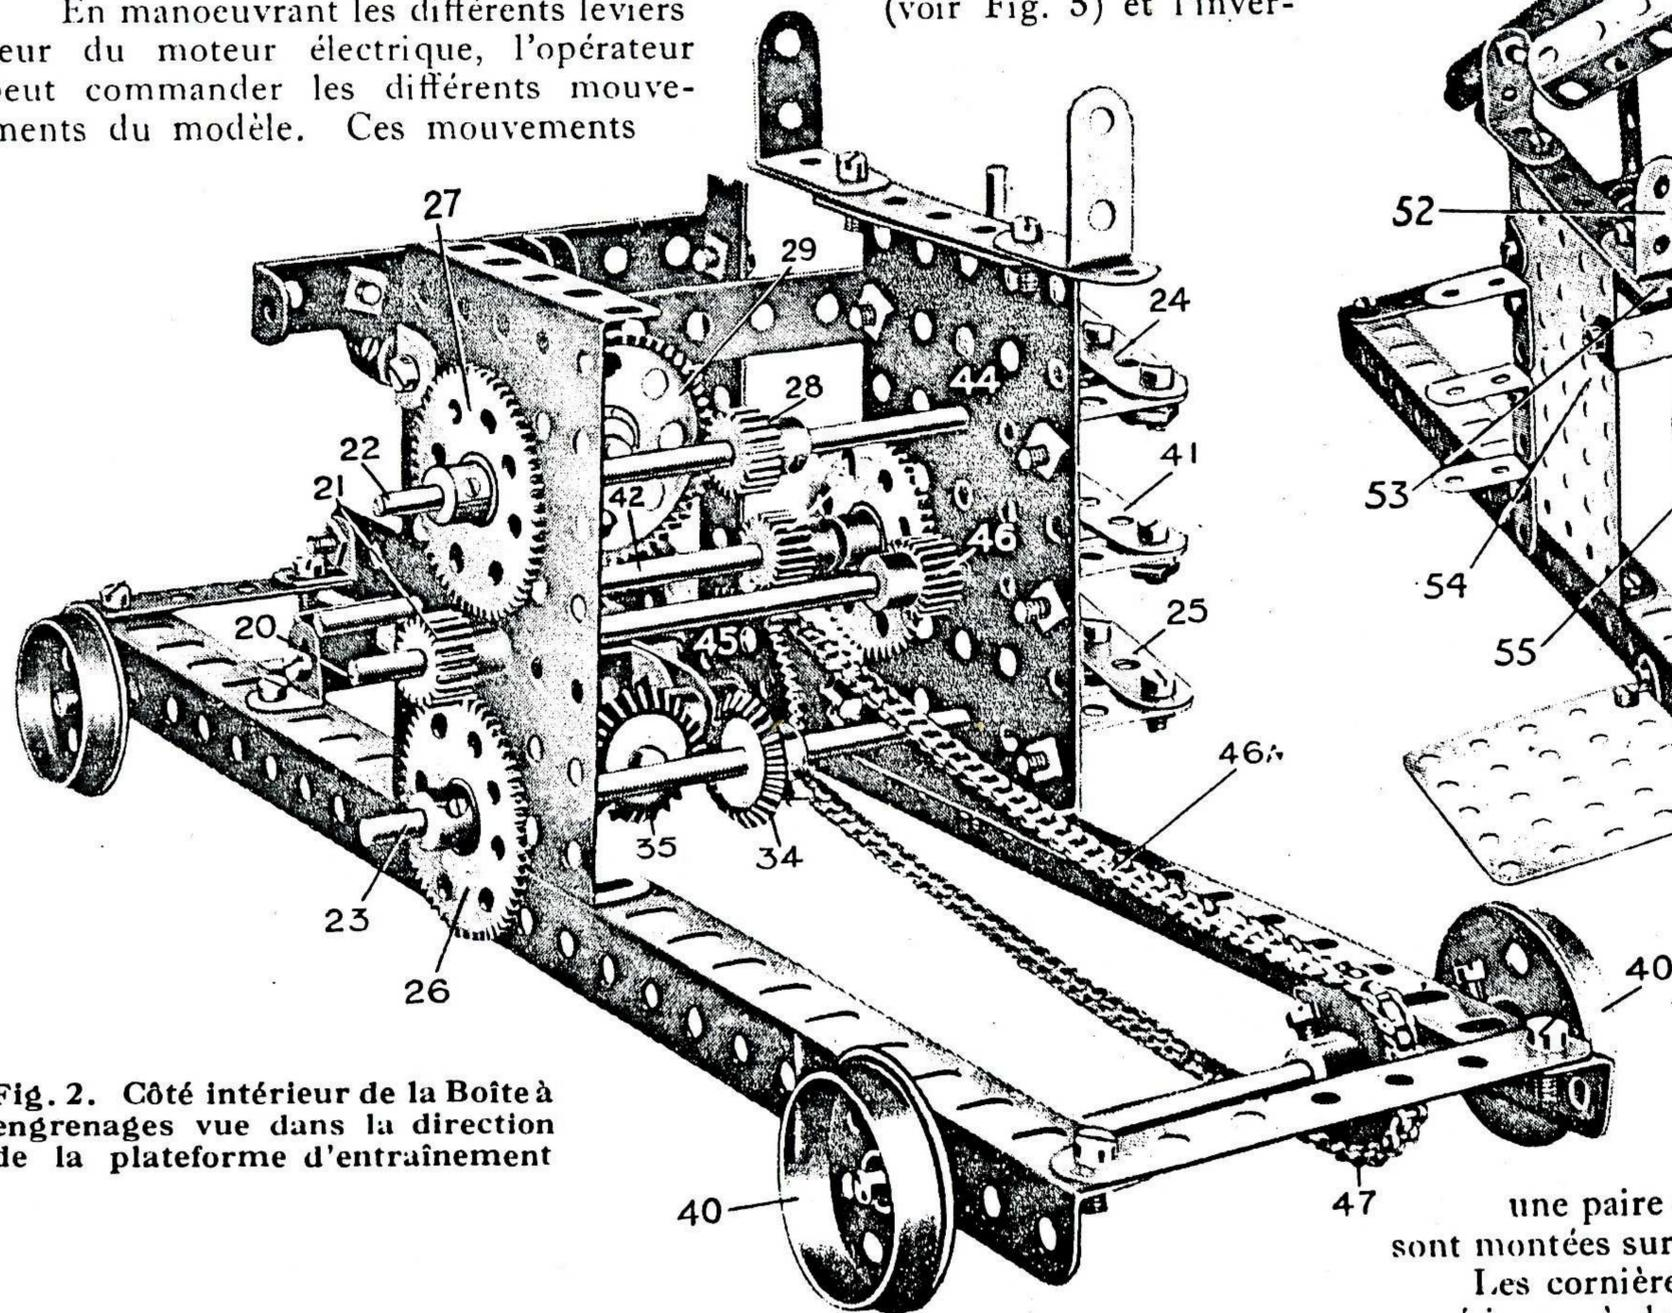
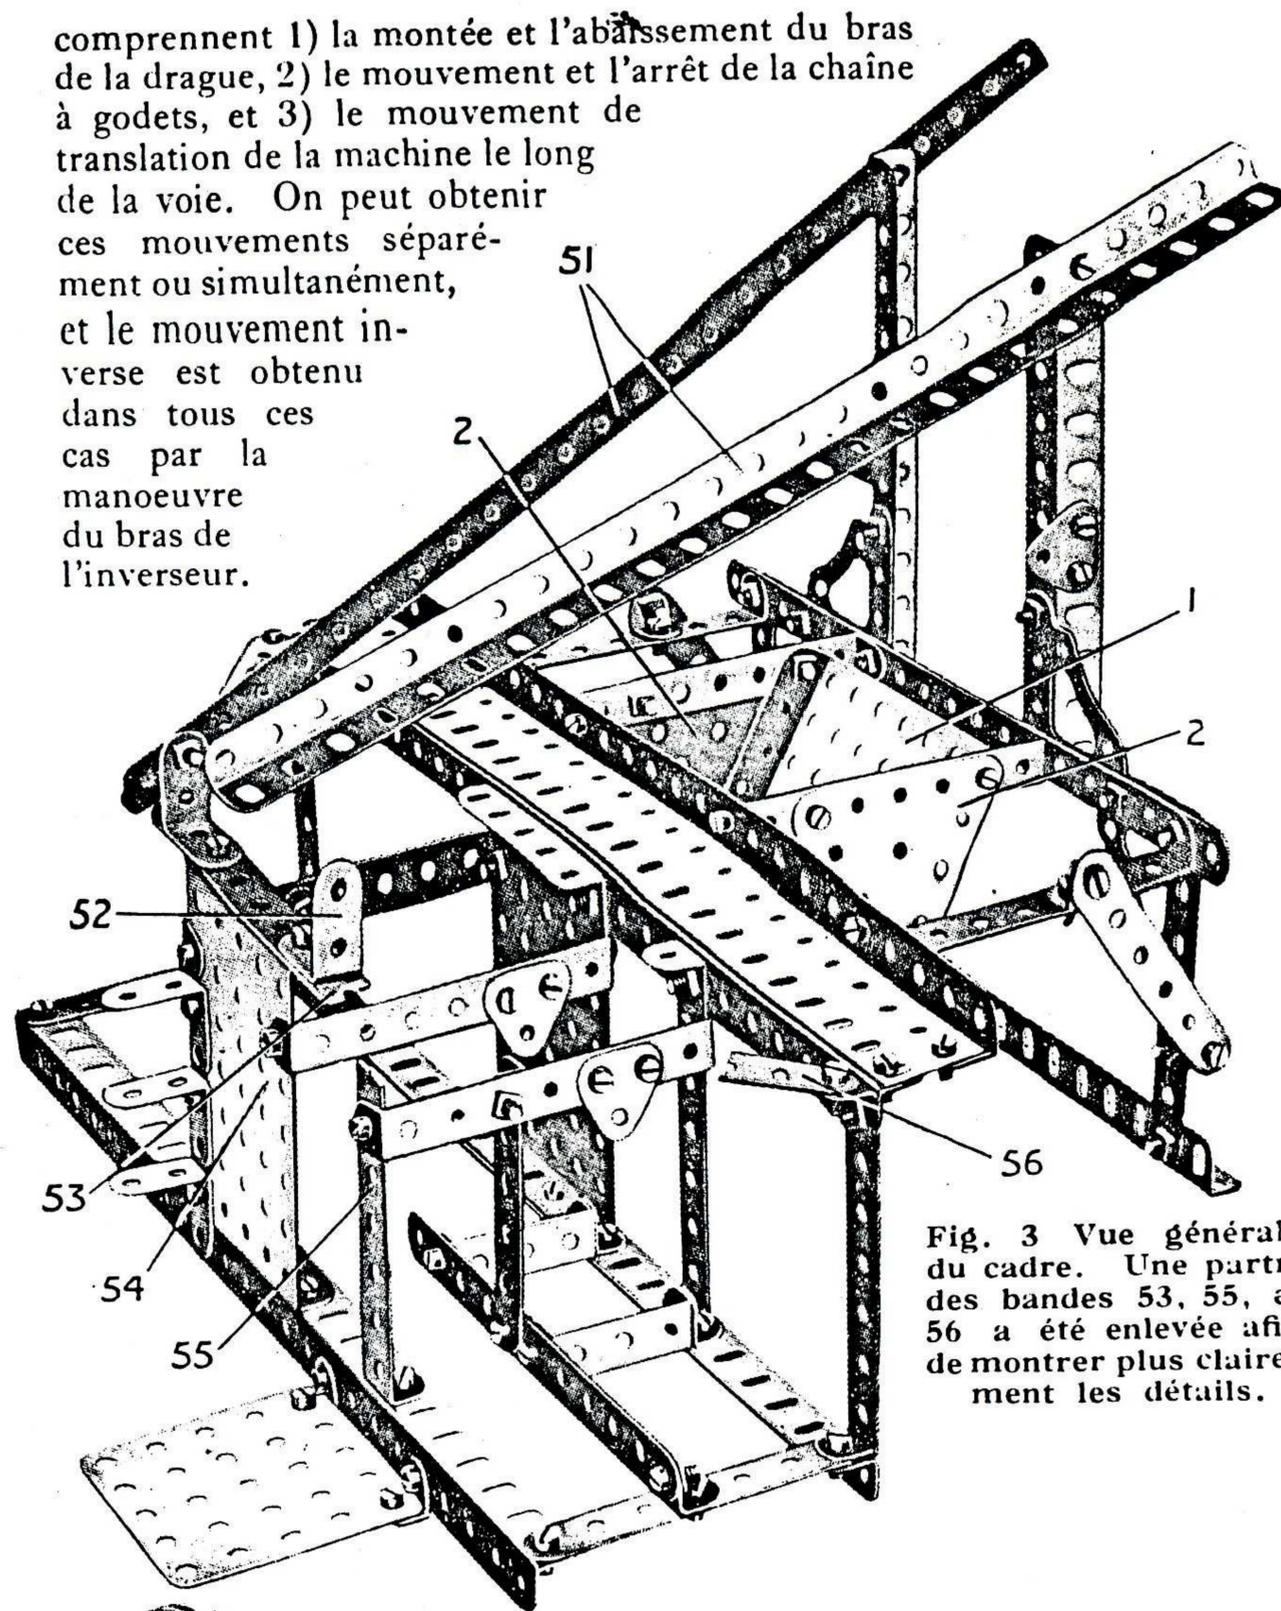
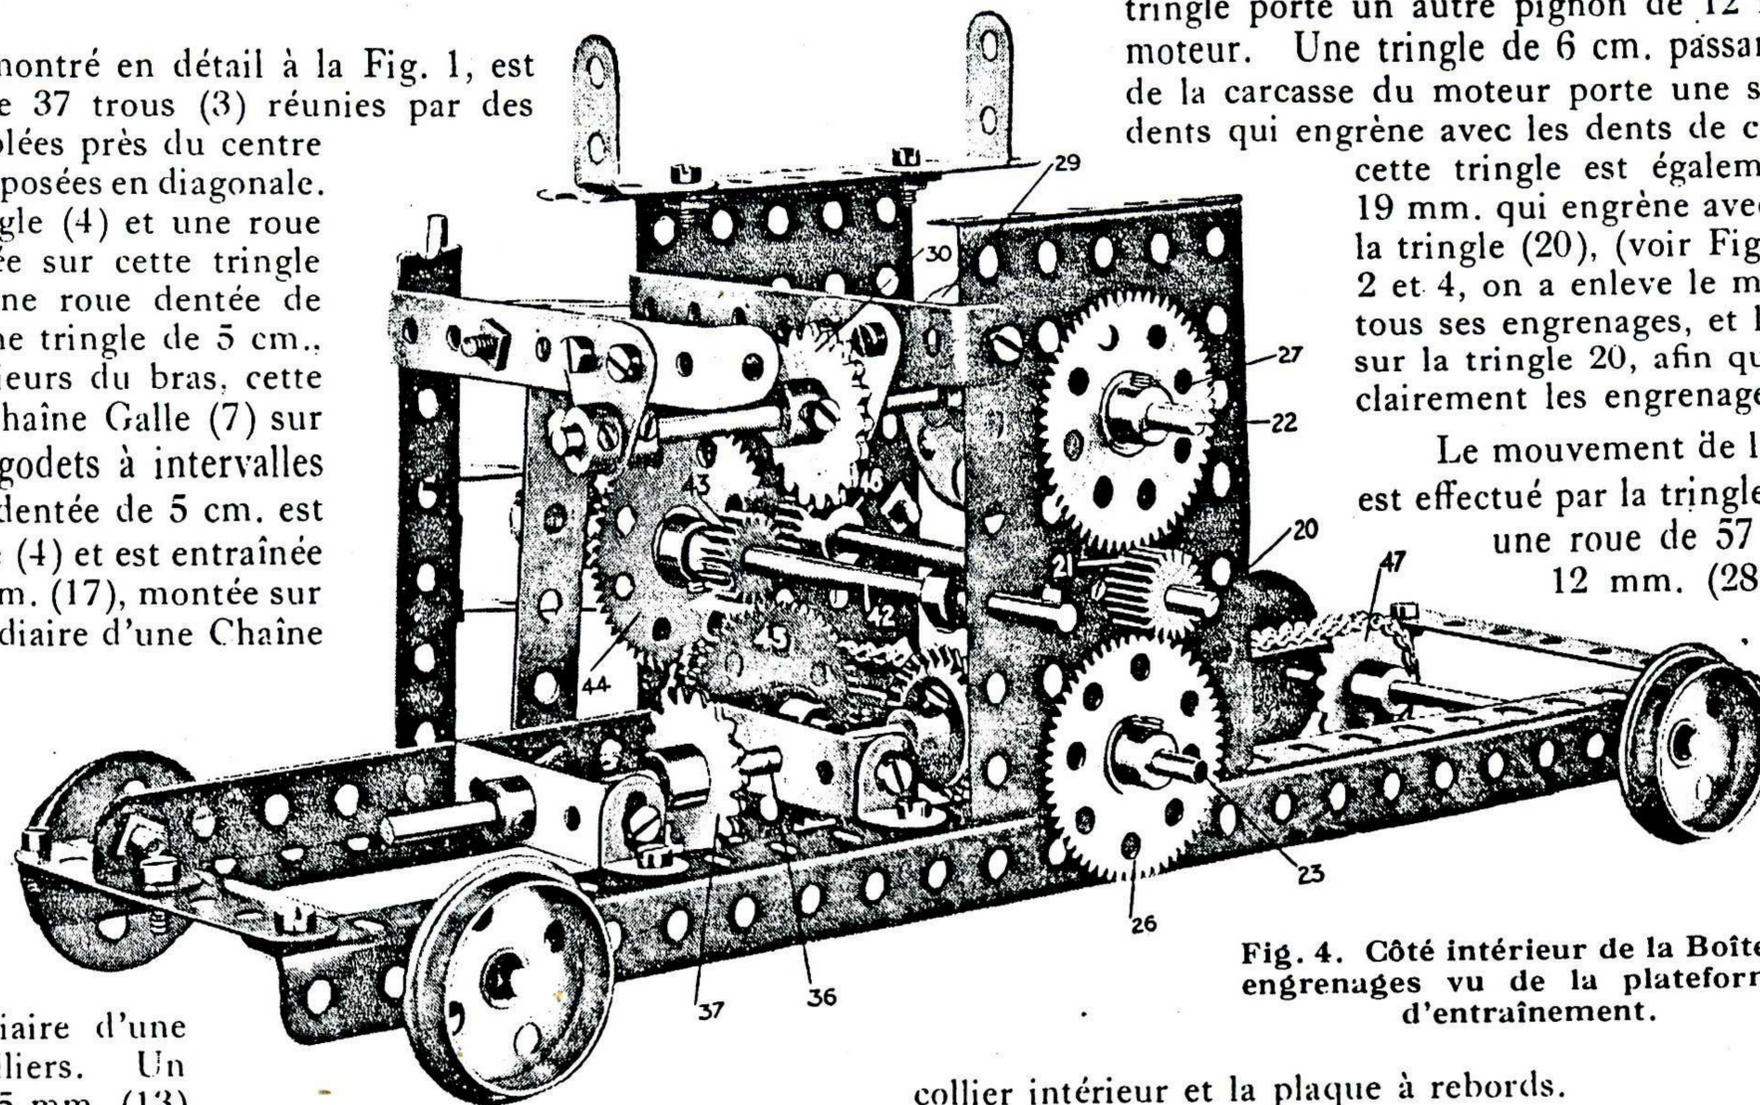
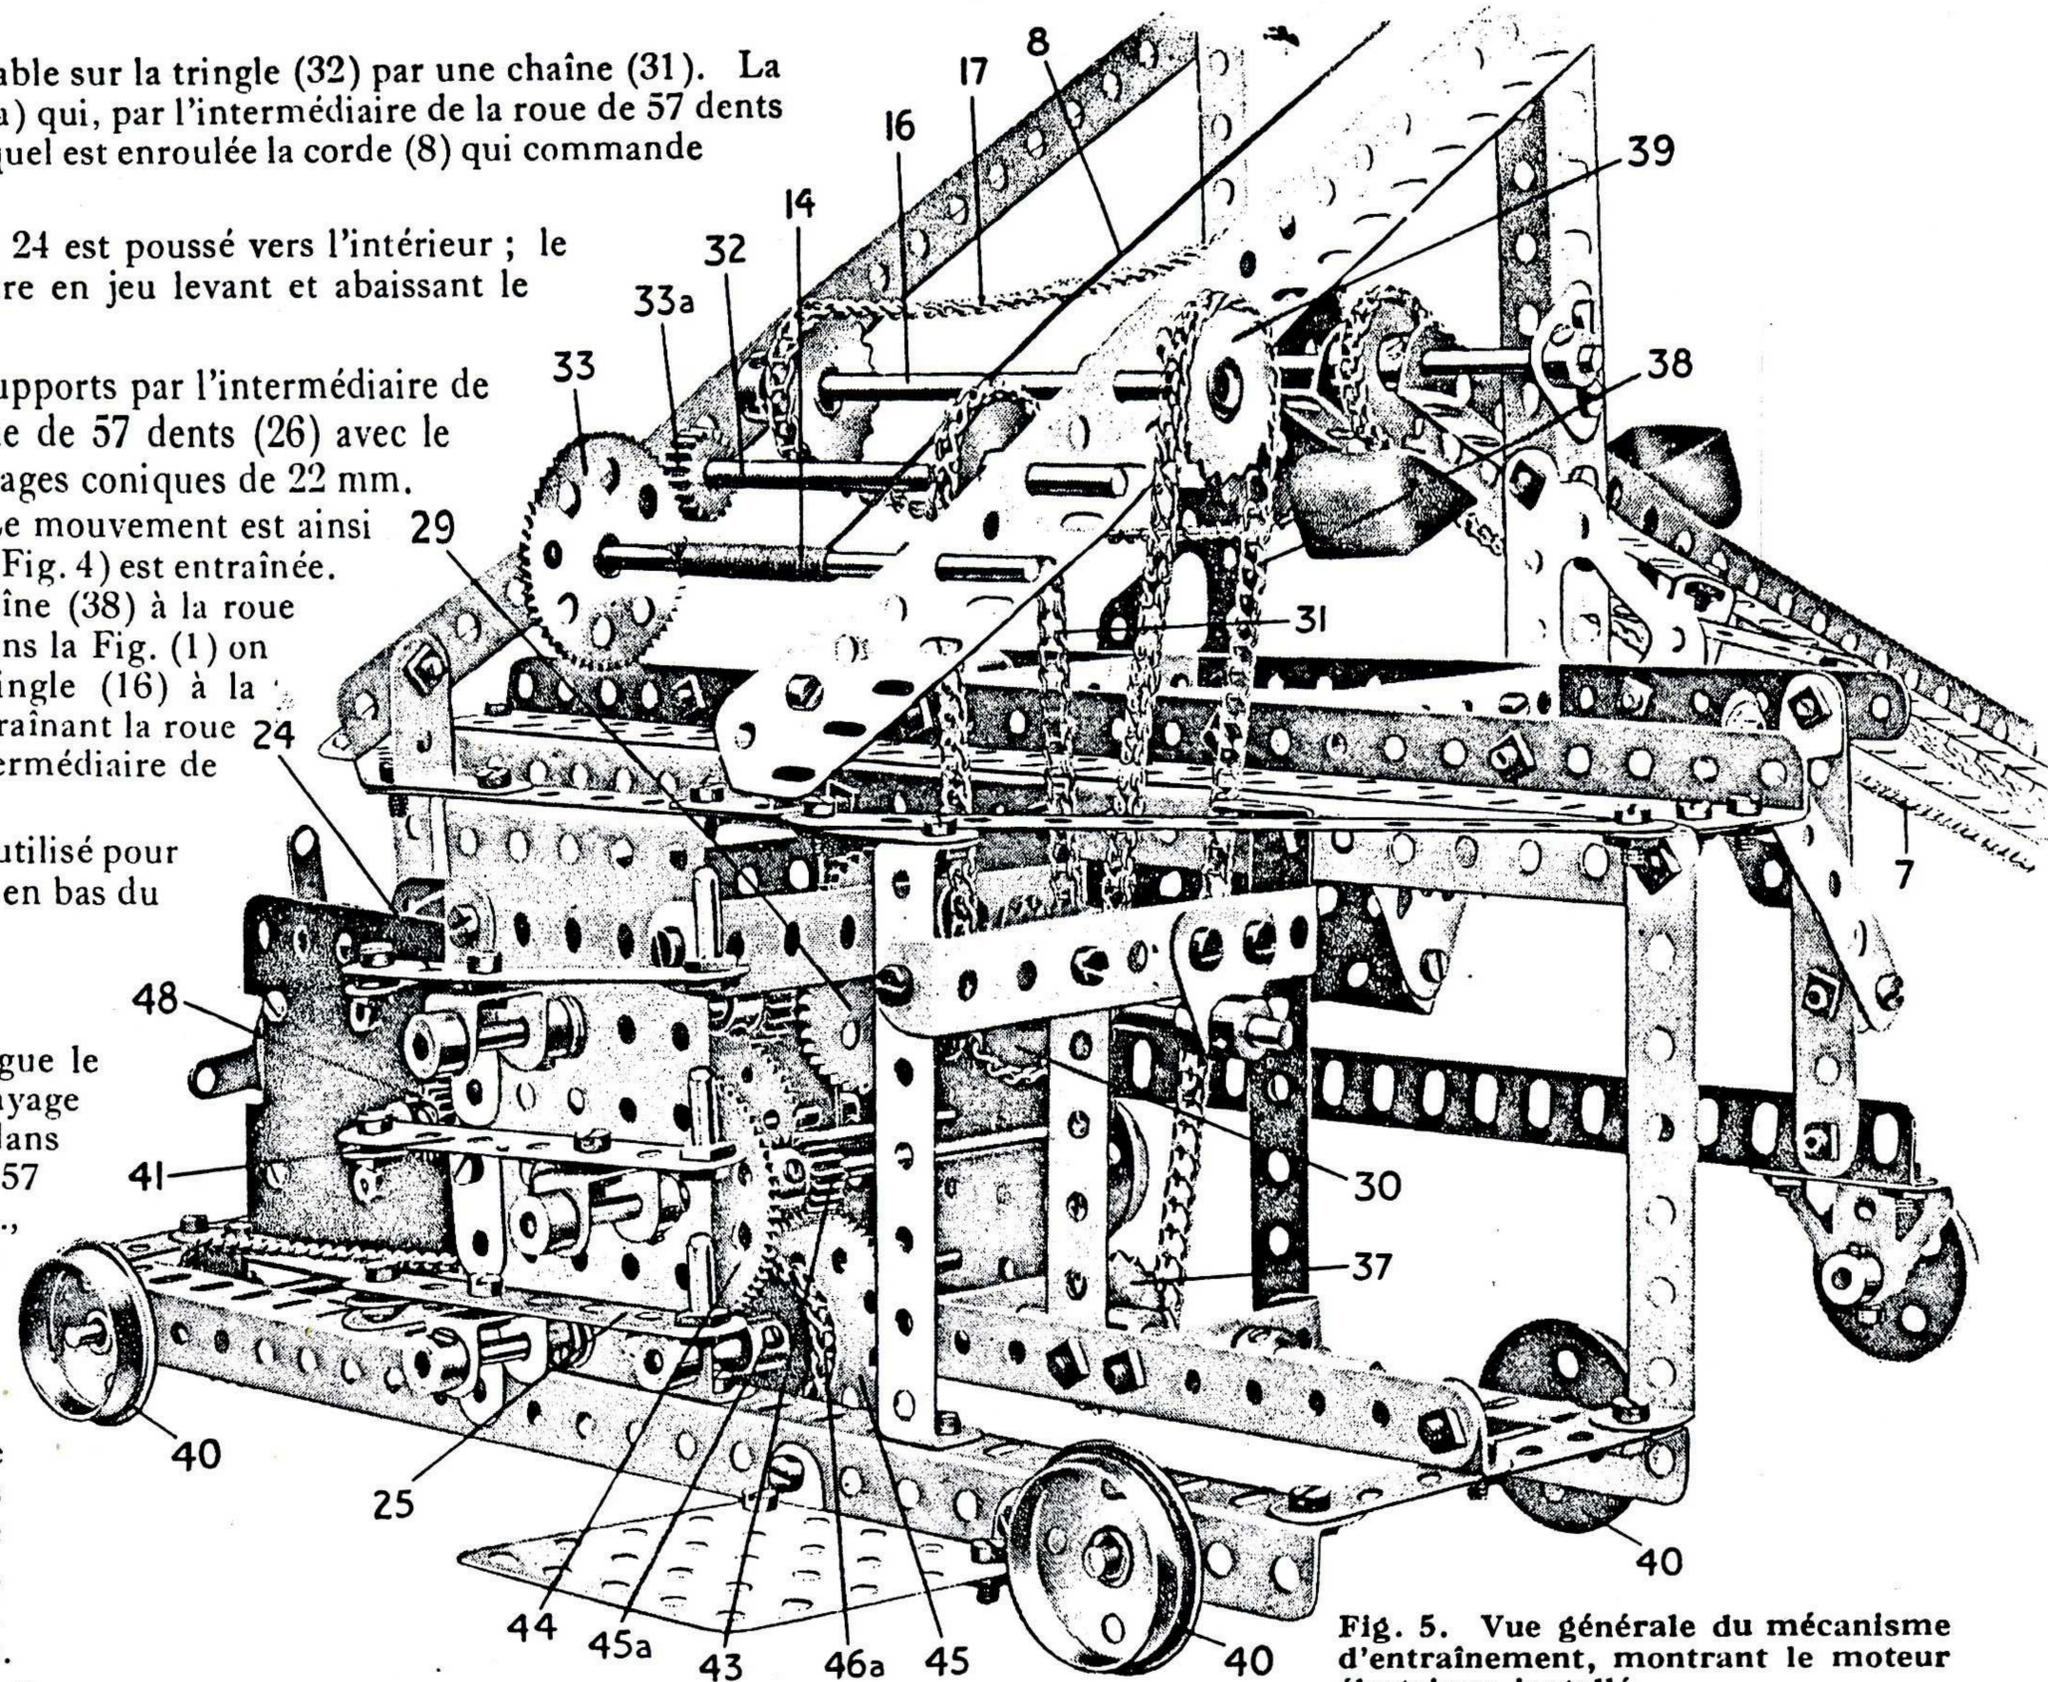

Fig. 2. Côté intérieur de la Boîte à engrenages vue dans la direction de la plateforme d'entraînement
Fig. 3. Vue générale du cadre. Une partie des bandes 53, 55, et 56 a été enlevée afin de montrer plus clairement les détails.
Fig. 4. Côté intérieur de la Boîte à engrenages vu de la plateforme d'entraînement.
Fig. 5. Vue générale du mécanisme d'entraînement, montrant le moteur électrique installé.
(voir Fig. 5) et l'inver-
Le Bâti du modèle est indiqué à la Fig. 3. Au centre de ce bâti nous apercevons la trémie, qui reçoit les matériaux amenés par les godets, et cette trémie guide la charge jusqu'aux wagons amenés au-dessous d'elle. La trémie est formée par une plaque à rebords de  $9 \times 6$  cm., boulonnée à une paire de plaques triangulaires de 6 cm., et ces plaques triangulaires sont montées sur des bandes courbées de  $90 \times 12$  mm. comme il est montré. Les cornières de 25 trous (51) sont boulonnées près de leurs extrémités supérieures à deux cornières de 11 trous, et à leurs extrémités inférieures à
deux équerres de 25×25 mm. (52). Ces équerres sont boulonnées à une bande de 11 trous (53) qui à son tour est fixée à une plaque à rebords de 9 cm. (54). Sur la Fig. 3 on n'aperçoit que partiellement la bande de 11 trous, une partie du dispositif ayant été enlevée pour ne pas masquer les détails du bâti.
L'extrémité de la bande de 11 trous doit être fixée à l'extrémité de la bande courbée verticale (55), comme il est montré à la figure 5. La bande de 11 trous (56) (dont on ne peut apercevoir qu'une partie à la Fig. 3) est également boulonnée à la bande (53).
On comprendra aisément le montage du mécanisme de la boîte à engrenages et des leviers de manoeuvre, etc., si l'on se rapporte aux Figures 2, 4, 5.
Cette dernière figure nous donne une vue générale de la boîte à engrenages, montrant les leviers de manoeuvre et le chassis roulant (une plaque sans rebords de 60×60 mm.) sur le plan arrière. La Fig. 2 nous montre le côté intérieur de la boîte à engrenages, dans le sens du roulement, tandis que la Fig. 4 est une vue du même côté pris de l'extrémité de la plateforme.
L'action du moteur électrique est transmis par l'intermédiaire de l'arbre de l'induit du moteur aux différentes parties du modèle de la façon suivante. Le pignon de 12 mm. (48) sur l'arbre de l'induit (Fig. 5) engrène avec une roue de 57 dents fixée à une tringle passant dans les flasques du moteur. Cette tringle porte un autre pignon de 12 mm. entre les flasques du moteur. Une tringle de 6 cm. passant dans les trous extrêmes de la carcasse du moteur porte une seconde roue dentée de 57 dents qui engrène avec les dents de ce pignon de 12 mm. Sur cette tringle est également monté un pignon de 19 mm. qui engrène avec une roue de 50 dents sur la tringle (20), (voir Fig. 2 et 4). Sur les Figures 2 et 4, on a enlevé le moteur électrique, ainsi que tous ses engrenages, et la roue dentée de 50 dents sur la tringle 20, afin qu'on puisse apercevoir plus clairement les engrenages restants.
Ainsi les roues dentées (26, 27) (Fig. 2 et 4) peuvent engrèner avec le pignon de 12 mm. (21) sur la tringle (20), par l'intermédiaire de leviers d'embrayage (24 et 25). Le pignon de 12 mm. 28, sur la tringle 22 engrène constamment avec une roue de champ de 38 mm. (29) et la tringle à laquelle cette roue est fixée porte également une roue dentée de 25 mm. (30) (Fig. 5)
La tringle (23) peut glisser dans ses supports par l'intermédiaire de l'embrayage (25), qui fait engrèner la roue de 57 dents (26) avec le pignon de 12 mm. (21) (Fig. 2), les engrenages coniques de 22 mm. 34 et 35 étant engrenés simultanément. Le mouvement est ainsi transmis à la tringle 36 et la roue dentée 37 (Fig. 4) est entraînée. Cette roue dentée est couplée par une chaîne (38) à la roue dentée (39) sur la tringle 16 (Fig. 5). Dans la Fig. (1) on peut apercevoir la transmission de la tringle (16) à la tringle (4). une roue dentée de 25 mm. entraînant la roue dentée de 5 cm. sur la tringle (4) par l'intermédiaire de la chaîne (17).
Quand on veut déplacer toute la drague le long des rails, on pousse le levier d'embrayage du milieu (41) : alors la tringle (42) glisse dans ses supports et fait engrèner la roue de 57 dents (44) avec l'un des pignons de 12 mm., sur l'arbre de l'entraînement (20) ; un autre pignon de 12 mm. (43) sur la tringle (42) engrène alors simultanément avec une roue de 57 dents (45) (Fig. 2, 4) fixée sur une courte tringle qui porte la roue dentée de 25 mm. (45a) (Fig. 5). Une roue dentée de 25 mm. (47) sur l'axe des roues arrières (40) (Fig. 2) est en liaison avec la roue dentée (45a) par une chaîne Galle (46a). Le levier d'embrayage (41) commande ainsi le mouvement du modèle le long de la voie.